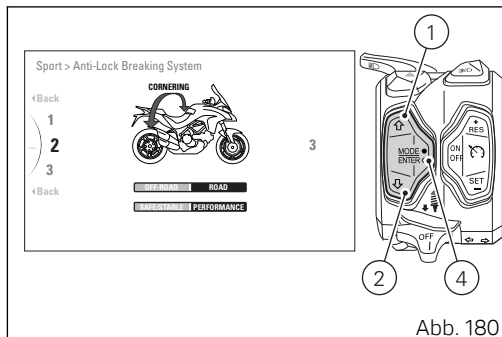

Abb. 180
Über die Tasten (1) und (2) die gewünschte neue Ansprechstufe wählen. Für jede unterlegte Stufe wird (schwarz unterlegt) der entsprechende Wert in der mittleren Tabelle angezeigt. Darüber hinaus wird die Ansprechstufe des Bremssystems in Hellblau angezeigt: die Angabe „!FRONT ONLY“ (Abb. 179) nur bei aktiver Vorderradbremse, die Angabe „CORNERING“ (Abb. 180) für die aktive Funktion Cornering.